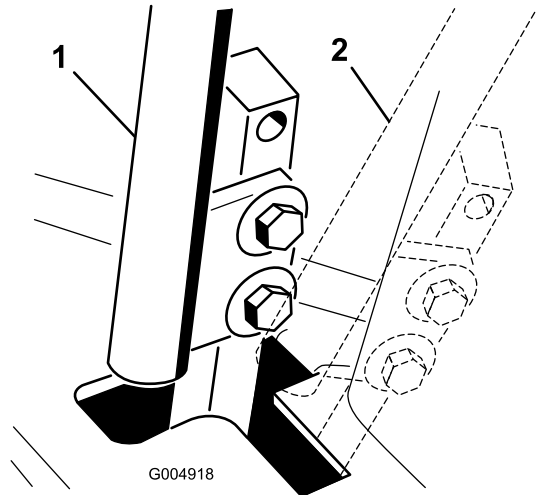

図 63
4. レバーのうちの1本をニュートラル位置にセットするがロックはしない (図 63)。
6. コントロール・レバーと、コンソールのノッチとの位置関係を見る (図 63)。レバーがノッチの中心に整列しており、レバーを外側に倒せばニュートラル固定位置にセットされる状態であれば適切である。